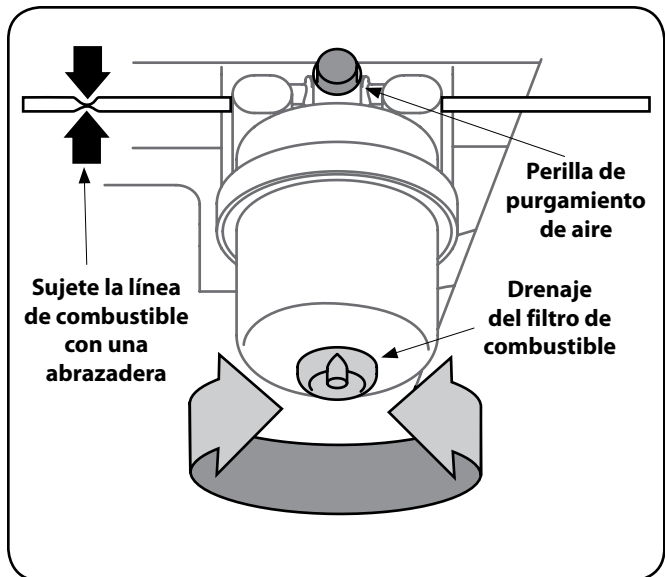

Figura 5-4
3. Gire el drenaje del filtro en el sentido contrario a las agujas del reloj para abrirlo. Permita que se vacíe el agua que se encuentra en el fondo del filtro hasta que solo salga gasóleo puro de la válvula. Vea la Figura 5-4.
5. Gire lentamente la perilla de purgamiento de aire en el sentido contrario a las agujas del reloj hasta que el combustible comience a escurrirse alrededor de la perilla. Gire la perilla de purgamiento de aire en el sentido de las agujas del reloj para cerrarla. Consulte la Figura 5-4.
2. Sujete la línea de combustible con una abrazadera justo en la parte trasera del filtro de combustible. Vea la Figura 5-4.